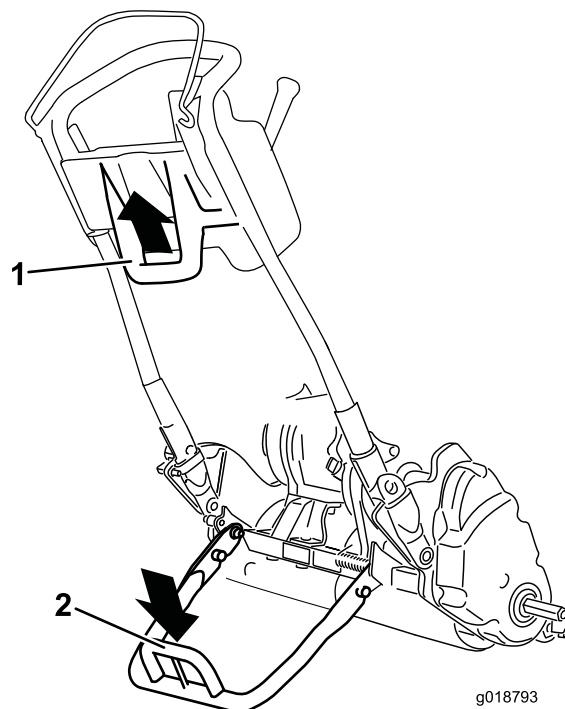

Figure 28
- Pour utiliser la béquille afin de monter les roues de transport, abaissez-la au sol et posez le pied sur l'arceau tout en tirant la machine vers le haut et l'arrière par la poignée centrale inférieure (Figure 28).